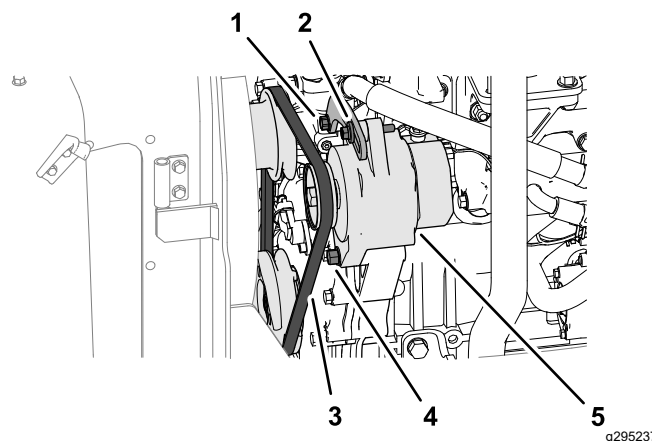

Figura 69
1. Aplique una fuerza de 10 kgf contra la correa del alternador (**Figura 69**), en el punto intermedio entre las poleas.
- Si la desviación de la correa es inferior a 10 mm, afloje el perno del pivote del alternador y el perno tensor (**Figura 69**), y reduzca la tensión de la correa.
- Si la desviación de la correa es superior a 10 mm, afloje el perno de pivote del alternador y el perno tensor (**Figura 69**), y aumente la tensión de la correa.
Nota: Si es necesario, afloje el perno de la placa tensora (**Figura 69**).
3. Apriete los pernos (**Figura 69**).